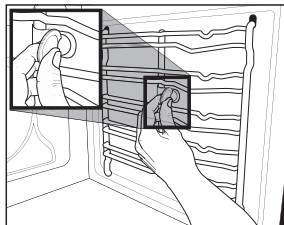

Рис. 4
1. Выкрутите винты и снимите соответствующие прокладки, пользуясь монетой или каким-либо инструментом (Рис. 4).